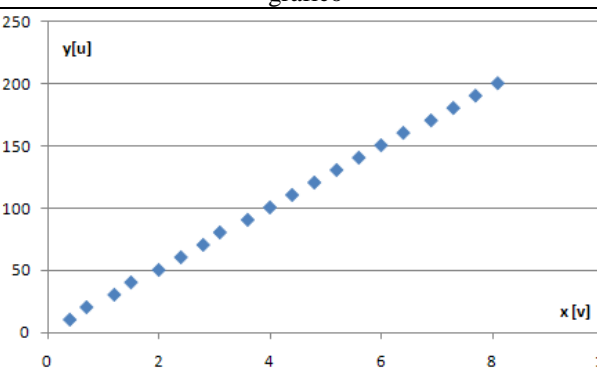

Figura 9 – Titoli sugli assi
- Per aggiungere i titoli degli assi cliccare su Layout e quindi su ; selezionare e aggiunge i titoli all'asse x e all'asse y. Al termine dell'operazione si ottiene un grafico come quello di figura 9.